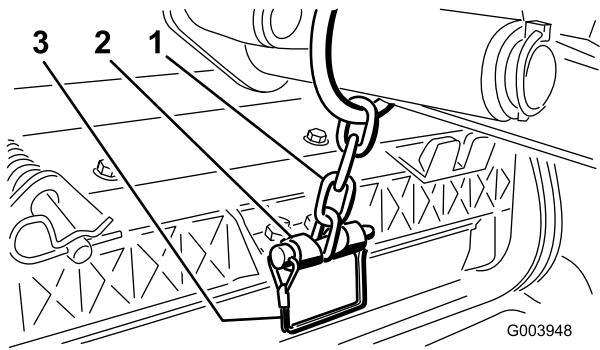

Figura 17
13. Prenda a corrente do braço de elevação ao suporte da corrente com o pino de encaixe (Figura 17). Utilize o número de elos da corrente conforme descrito no *Manual do utilizador* da unidade de corte.